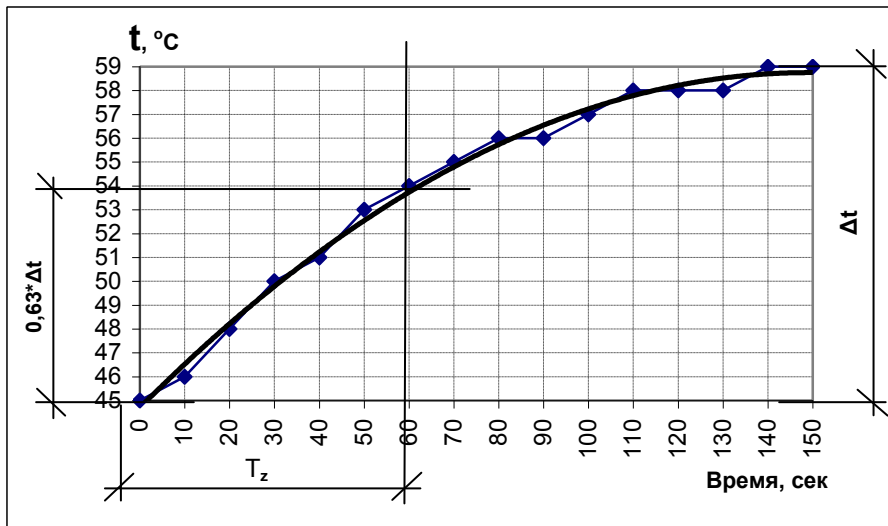

Рис. 6.19
6.9.5 Определение коэффициента «И» может быть произведено одновременно с определением коэффициента «П», для чего после открытия (или закрытия) клапана (см. п. 6.9.2) необходимо по секундомеру фиксировать изменение температуры для последующего построения графика переходного процесса в осях температура – время. По графику изменения температуры во времени (кривая разгона) определяется постоянная времени объекта  $T_z$  – это отрезок на оси времени от начала кривой разгона до перпендикуляра, опущенного из точки, где температура достигает величины  $t_1 = \pm 0,63 \cdot \Delta t$  (см. пример кривой разгона для системы ГВС, рис. 6.19).